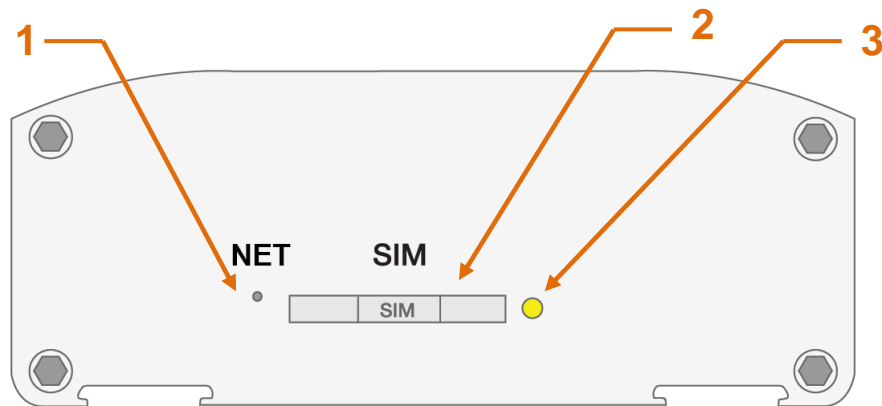
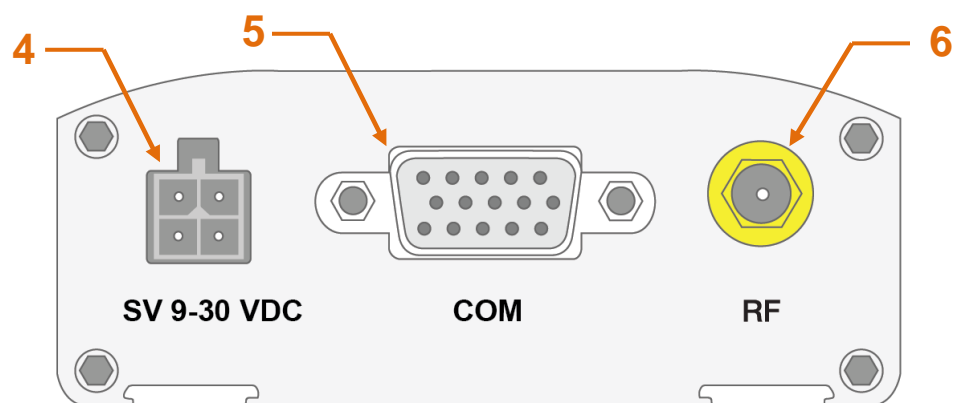

Рис. 2.4.1. Вид спереди
Рис. 2.4.2. Вид сзади
Модем Q2406B представляет собой компактное устройство, выполненное в прочном и лёгком алюминиевом корпусе. Внешний вид представлен на рис. 2.4.1 и рис. 2.4.2:
- достать SIM-лоток, нажав на кнопку извлечения SIM-лотка (рис. 2.4.1);
Подключить GSM-антенну и коммутирующий кабель. Подать питание на модем, разъём Micro-Fit (рис.2.4.2). Если SIM-карта разблокирована, то после подачи питания автоматически происходит регистрация. После завершения регистрации модем переходит в рабочий режим, индикатор мигает (табл.2.6.1).